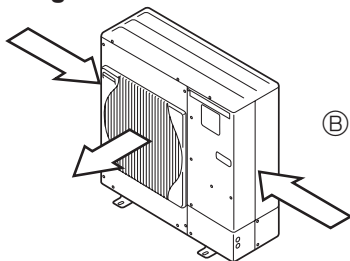

Fig. 2-4
- ③ Posisjoner enheten slik at luftutslippet kan blåse i rett vinkel for sesongvindretningen, hvis mulig. (Fig. 2-4)